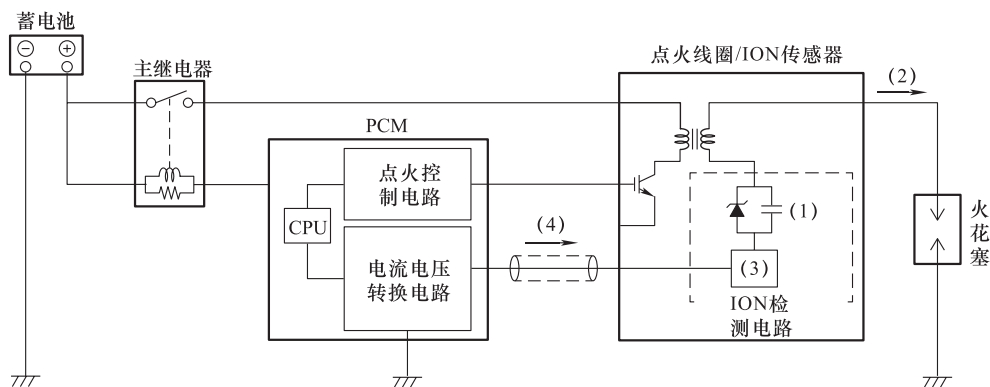

图 9-37 ION 传感器工作原理
ION 传感器的工作原理,如图 9-37 所示。聚集偏压电容器 (1) 中点火线圈的次级电流并通过向火花塞施加偏电压来检测离子电流 (2)。将经电流放大电路 (3) 放大的电流 (4) 导入从 PCM 引出的点火线圈。PCM 测量/转换发送到点火线圈和监控器的电流。